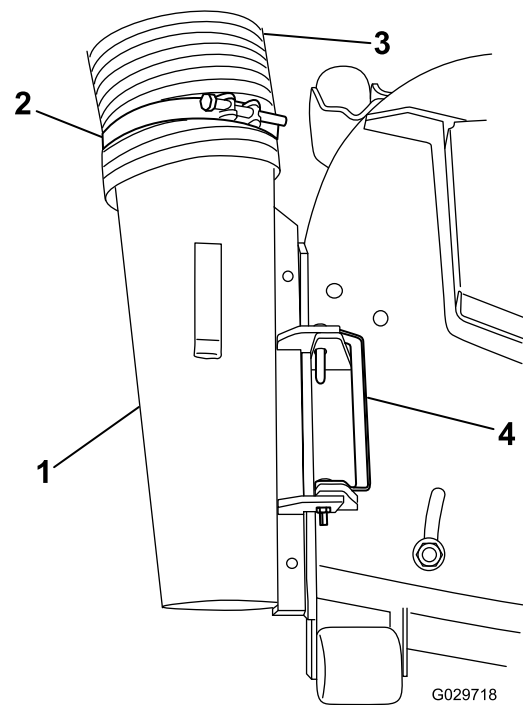

Figura 13
4. Deslize o grampo do tubo grande sobre cada extremidade do tubo da calha de relva (Figura 13).
5. Deslize uma extremidade do tubo sobre a porta na extremidade do adaptador da plataforma e aperte o grampo do tubo para a prender (Figura 13).
3. Retire o conjunto da porca e pino que prende o adaptador da plataforma ao cortador e retire o adaptador (Figura 13); instale a calha de descarga de borracha original.